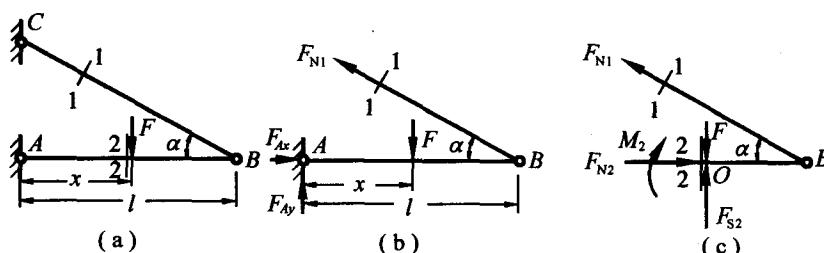

图 1-3
1.3 在图 1-3(a) 所示的简易吊车横梁上, F 力可以左右移动。试求截面 1-1 和 2-2 上的内力及其最大值。
解 应用截面法,取图 1-3(a) 所示截面 1-1 以右部分作为研究对象,其受力如图 1-3(b) 所示。由平衡条件 $\sum M_A = 0, F_{N1} l \sin\alpha = Fx$, 解得 $F_{N1} = Fx / (l \sin\alpha)$ 。因 x 的变化范围是 $0 \leq x \leq l$, 所以当 $x = l$ 时, F_{N1} 达到最大值,即 $F_{N1\max} = F / \sin\alpha$ 。
应用截面法,取图 1-3(a) 所示截面 1-1 和 2-2 以右部分作为研究对象,受力如图 1-3(c)